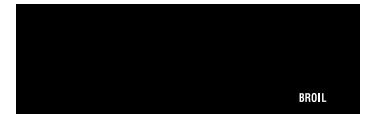

Fig. 3
5. Press **start** (See Fig. 3)